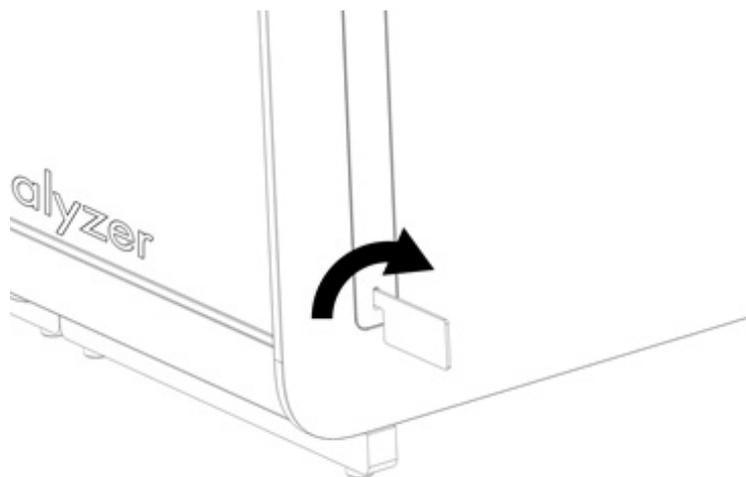

Figura 5. Rimozione dei coperchi di protezione.
2. Rimuovere i coperchi di protezione dal lato del modulo analitico utilizzando lo strumento di rimozione del coperchio di protezione in dotazione con il QIAstat-Dx Analyzer 2.0 (Figura 5).